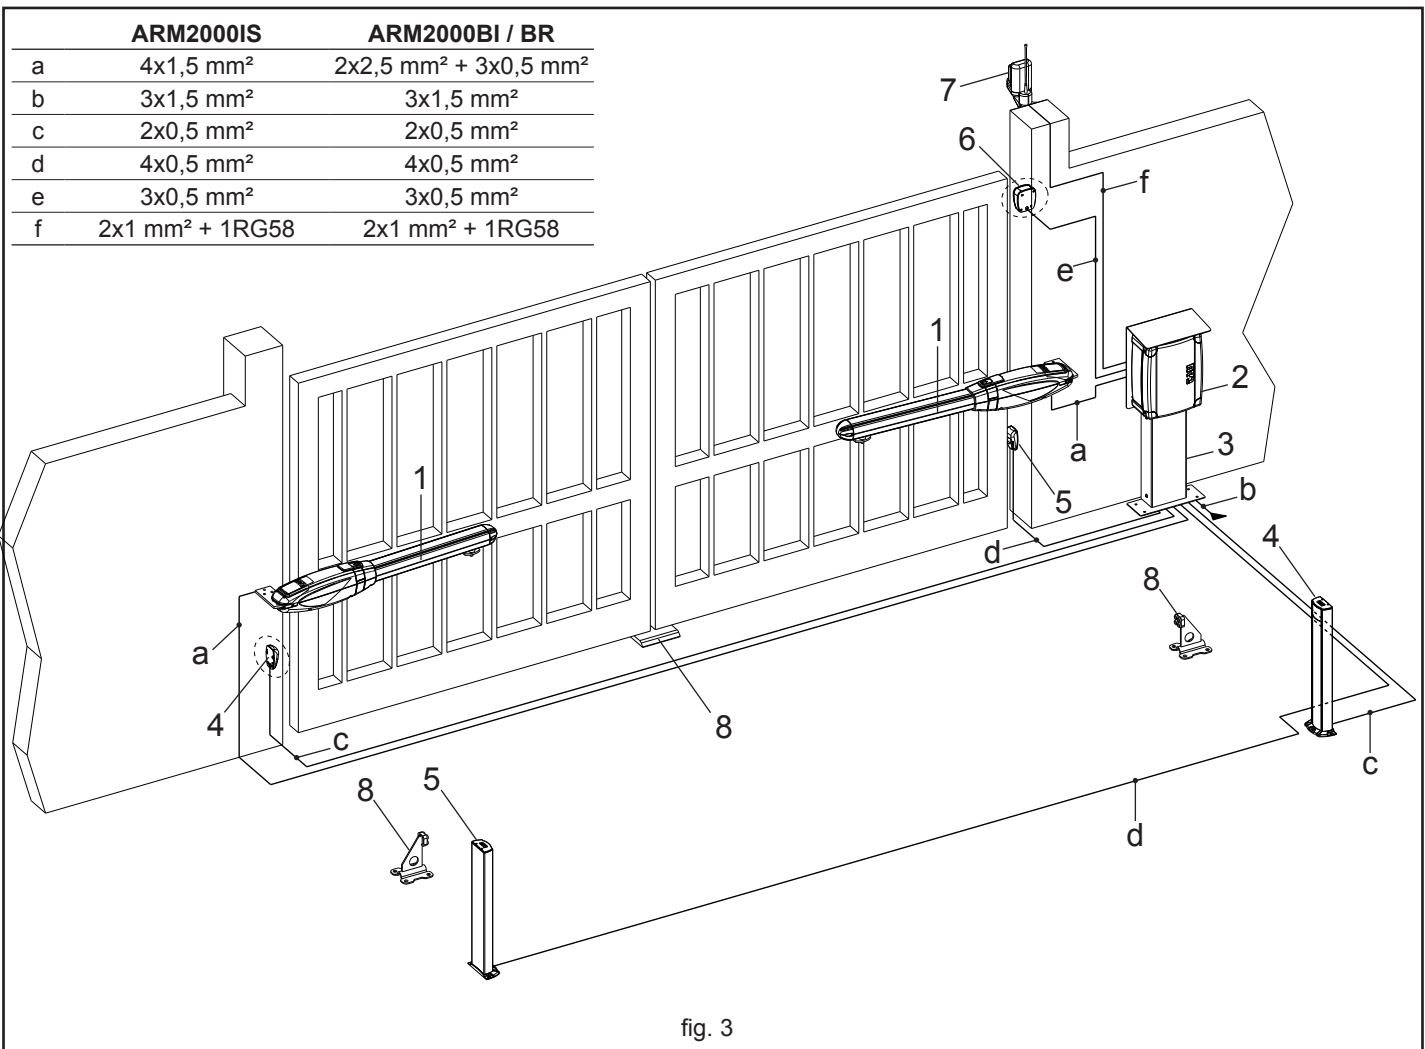

fig. 3
4_ Den Entriegelungshebel wie in Abb. 3 gezeigt nach oben drehen, um den Antrieb zu entriegeln. 5_ Den Vorgang zum Öffnen oder Schließen des Flügels manuell ausführen.
- 4_ Gire, tal como se muestra en la fig.3, la palanca de desbloqueo hacia arriba para desbloquear el actuador.
- 4_ Como indicado na Fig. 3, levantar a patilha do mecanismo de desbloqueio manual de modo a desbloquear o motorreductor.